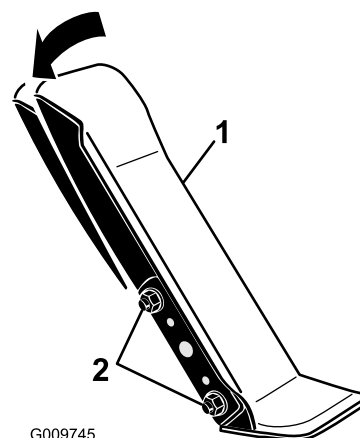

Figura 88
1. Allentare i due dadi e bulloni che fissano il lato sinistro del pedale di trazione alla staffa (Figura 88).
2. Inclinate il pedale nell'angolazione desiderata e stringete i dadi (Figura 88).